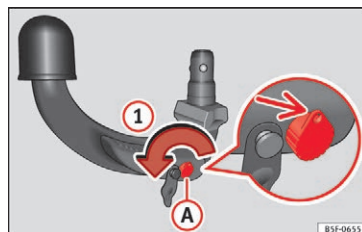

Fig. 226 Trin 1
- Drej nøglen i pilens retning ①, indtil den del af nøglen, hvori der er et hul, er placeret øverst »» Fig. 226.